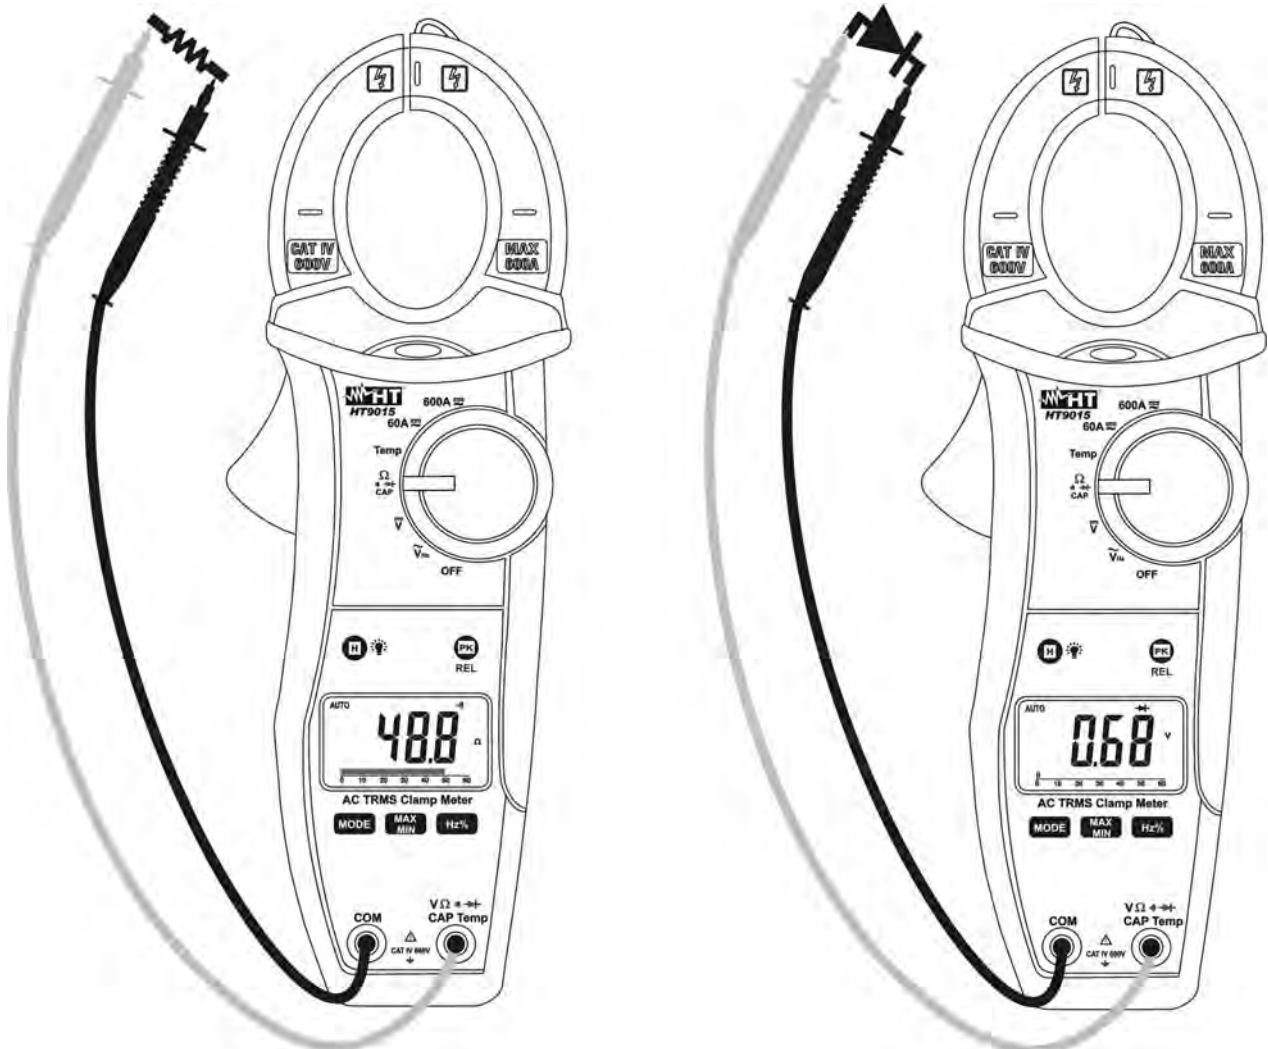

Abb. 6: Durchgangsprüfung und Diodentest
3. Verbinden Sie die Meßleitungen mit den Eingangsbuchsen. Die rote Meßleitungsbuchse mit der  $V\Omega$   $\rightarrow$  CAP Hz % Temp Eingangsbuchse, die schwarze Meßleitungsbuchse mit der **COM** Eingangsbuchse, und verbinden Sie die Meßspitzen mit dem Messkreis (Abb.6 linke Seite). Der Meßwert wird angezeigt.